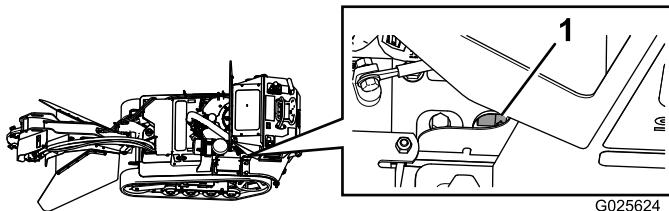

Figure 40
**Remarque:** Vous pouvez aussi accéder au robinet d'arrivée de carburant en passant par le cadre, derrière la batterie (Figure 40).